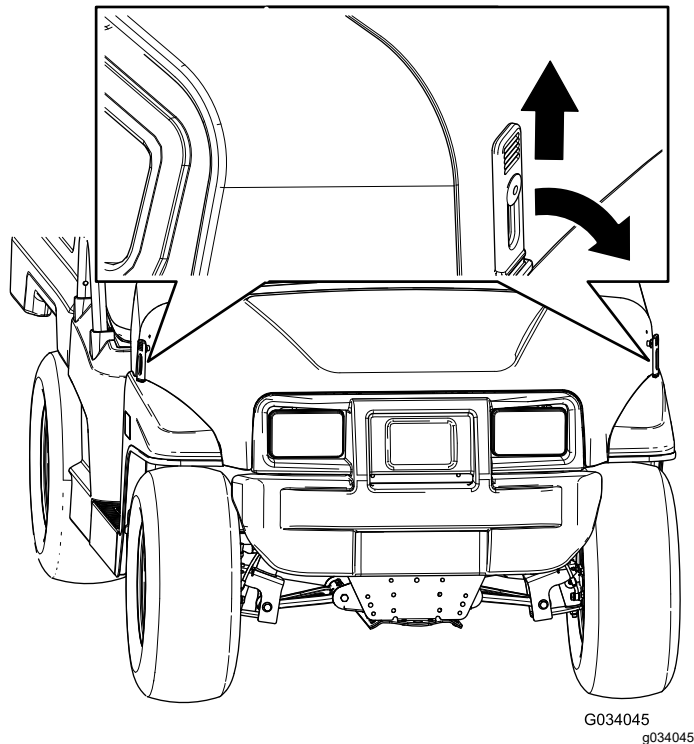

Figura 22
1. Tire hacia arriba de los cierres de goma de cada lado del capó (Figura 22).
2. Sujete el capó alineando los cierres de goma con los anclajes situados en cada lado del capó (Figura 22).